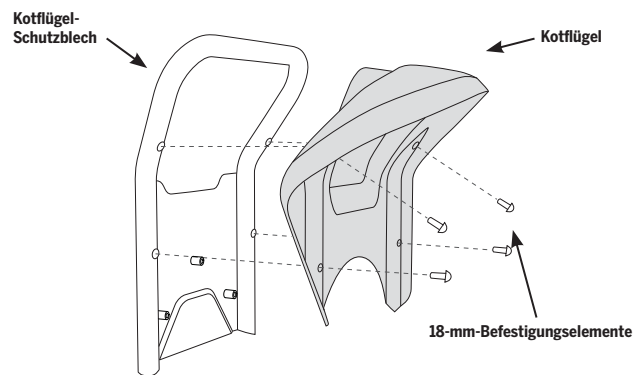

Abbildung 73: Abbauen des Kotflügels vom Kotflügel-Schutzblech
4. Um das Kotflügel-Schutzblech vom Kotflügel abzubauen, müssen Sie die vier 18-mm-Befestigungselemente mithilfe eines 4-mm-Innensechskantschlüssels lösen (siehe **Abbildung 73**).